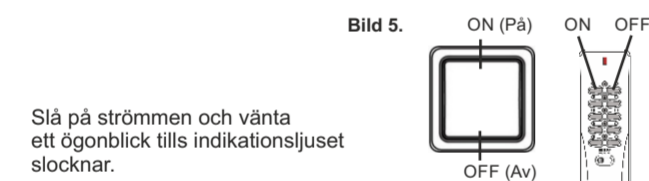

Bild 5.
- Tryck på 'ON'-knappen på sändaren (Bild 5) för att koppla in.